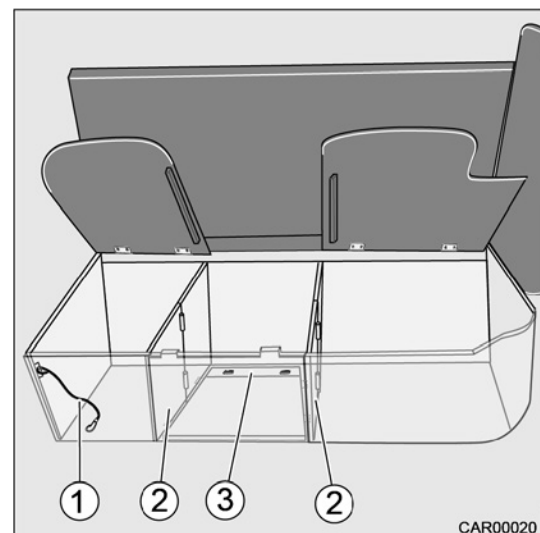

Fig. 30 Transformation du 5e siège
5. Détendre le tendeur élastique (Fig. 30/1) tout en tenant le fond pliant (Fig. 30/3) avec la main.
6. Déplier prudemment le fond pliant (Fig. 30/3), le guider vers le bas et le poser sur l'entretoise.
7. Plier les éléments latéraux (Fig. 30/2) vers le milieu. Ce faisant, introduire les rainures dans les éléments latéraux (Fig. 30/2) dans les tenons du fond pliant (Fig. 30/3).